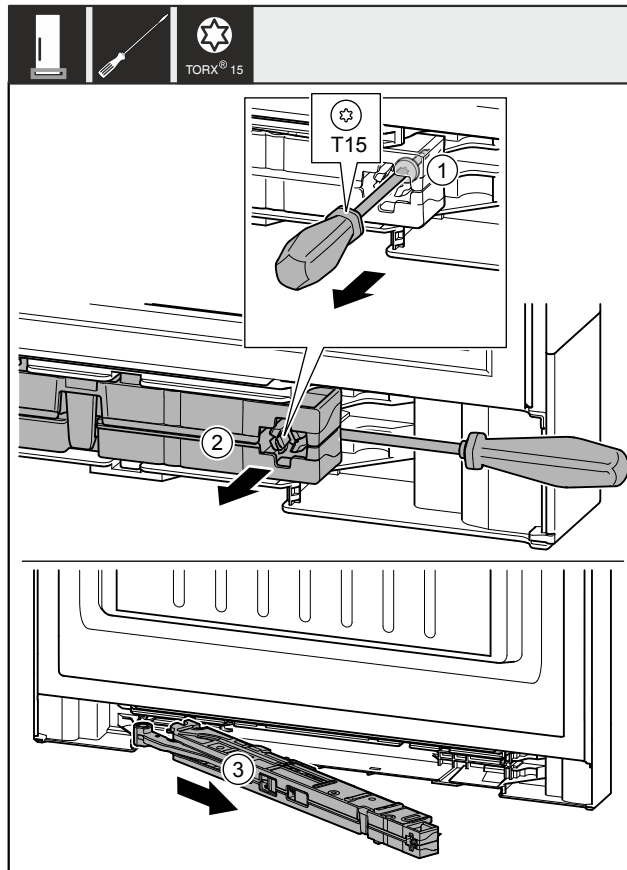

Fig. 11
- ▶ Ослабьте винт Fig. 11 (1) на узле амортизатора закрывания двери с помощью отвертки прим. на 14 мм.
- ▶ При помощи отвертки отведите узел амортизатора закрывания двери Fig. 11 (2) со стороны ручки вперед.
- ▶ Извлеките узел амортизатора закрывания двери Fig. 11 (3).